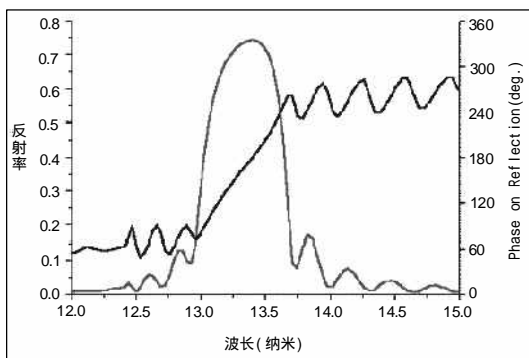

图5 波长和反射率的关系
为了使得 EUV 这种极易被吸收的射线在反射表明具有足够的反射率, EUVL 成像系统的表明都涂有多层薄膜 (ML)。这些涂层中包含了大量的具有不同的 EUV 光学特性的反射体, 当层的厚度接近于 EUV 波长的二分之一的时候, 这些反射体利用谐振原理可以让 EUV 在涂层的表面产生明显的反射现象, 从而使得 EUVL 技术成为可能。从另一个方面看, ML 所具有的谐振特性也使得设计、分析和制造 EUV 照相机的过程变得更加具体。目前在这种反射涂层中常用的材料是 Mo (钼) 和 Si (硅), 它们比较适合波长大约 13nm 的射线。图5显示的是波长范围在 $12\sim15\text{nm}$ 之间的射线在 $0\sim360^\circ$
我们看到 EUVL 技术正是利用了这种谐振现象才得以实现。一个典型的 EUVL 照相机至少由 4 组反射镜组成，光线在这些透镜之间以不通的角度被传递——这样在设计反射镜的时候，就要考虑到不同成分的 ML 涂层对于不同角度的光线具有不同的反射率这个特性。所以正确的匹配峰值波长是得到高效能射线和满意的成像质量的前提。从图 5 我们还知道，对于一个反射镜来说选择合适的入射角也是非常重要的。有的光学系统能保证几个不同的反射镜的入射角度都非常接近，所以这种反射镜系统表面的反射涂层就被设计成为一样的。可见，反射率、入射角和光源波长都能最终影响到成像质量。